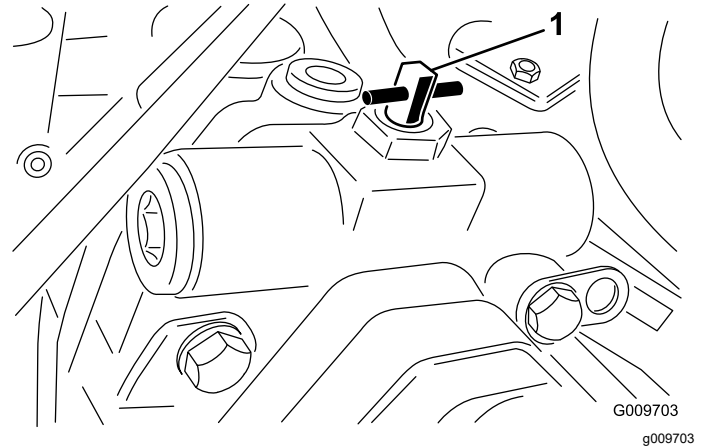

Figura 65
3. Gire la válvula de desvío 90° (¼ de vuelta) en cualquier sentido para abrirla y dejar pasar el fluido internamente (Figura 65).
2. Gire la válvula de desvío 90° (¼ de vuelta) en cualquier sentido para abrirla y dejar pasar el fluido internamente (Figura 65).